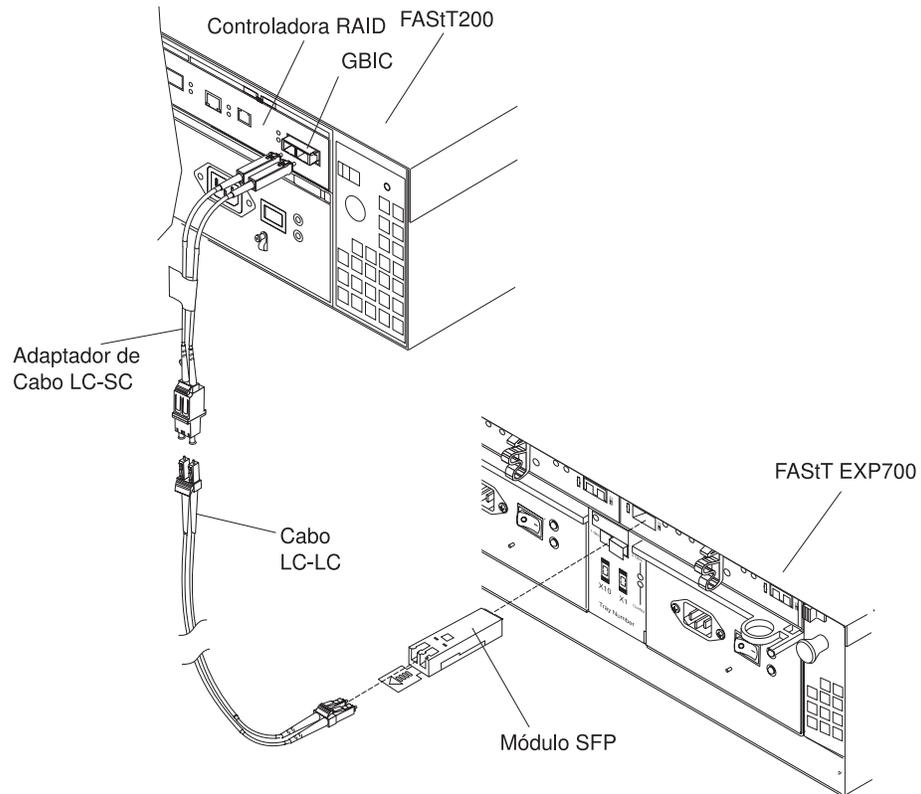

Figura 29. Conectando o FASTt200 com o FASTt EXP700
2. Utilizando Figura 29 na página 31 como um guia, conclua as seguintes etapas para conectar o FAStT200 com o FAStT EXP700: